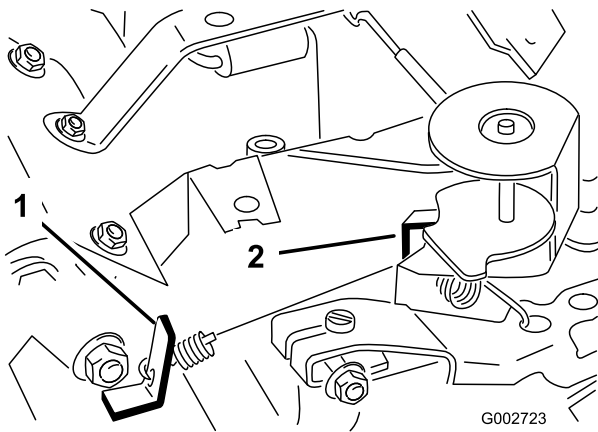

Bild 39
3. Biegen Sie den Anker-Federmitnehmer (Bild 39), um eine Leerlaufgeschwindigkeit von 1725 \pm 50 U/min zu erzielen.
- Biegen Sie den Federankermittnehmer in der Vollgaseinstellung (Bild 39), bis Sie eine Vollgasdrehzahl von $3400 \pm 50 \text{ U/min}$ erhalten.